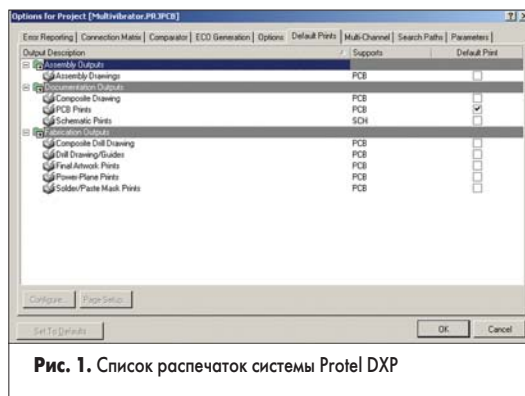

Рис. 1. Список распечаток системы Protel DXP
На экране появится окно, показанное на рис. 1.
18. Нажатием кнопки Close закроем окно предварительного просмотра распечатки и вернемся в окно, показанное на рис. 1.
Все настройки печати сохраняются внутри проекта платы. Единоразовые настроенные распечатки могут быть выведены на принтер в любой момент работы над проектом. Для упрощения получения распечаток в процессе работы над платой в систему введено понятие «распечатка по умолчанию», которая запускается командой меню File | Print. Активация такой распечатки выполняется включением «галочки» в столбце Default Print на вкладке Default Prints диалогового окна Options for Project (рис. 1).